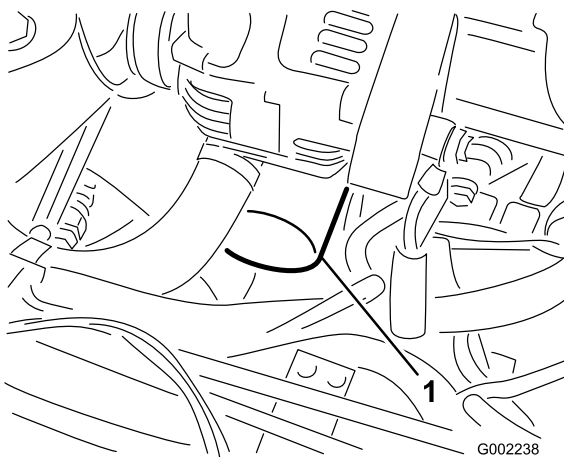

Figure 40
7. Retirez le filtre à huile usagé (Figure 40).
10. Posez le filtre à huile de rechange sur l'adaptateur. Tournez le filtre dans le sens horaire jusqu'à ce que le joint rejoigne l'adaptateur, puis donnez 1/2 tour supplémentaire (Figure 40).